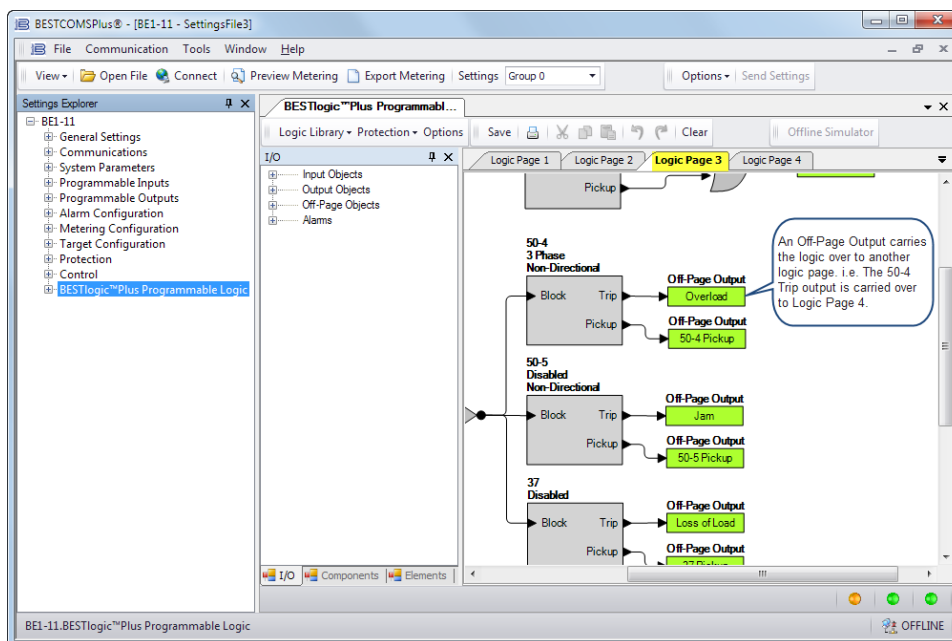

Figura 2-12. Página 3 de Lógica de BESTlogicPlus
- Paso 9: En el Explorador de ajustes, haga clic en Lógica programable de BESTlogicPlus para abrir el diagrama de la lógica. Haga clic en la pestaña de la página 3 Lógica. Consulte la Figura 2-12. Examine el elemento 50-4. Las entradas fuera de página y una compuerta AND se utilizan para bloquear el funcionamiento del elemento 50-4 cuando se arranca o detiene el motor. En otras palabras, el elemento 50-4 solo protege al motor cuando está en funcionamiento.